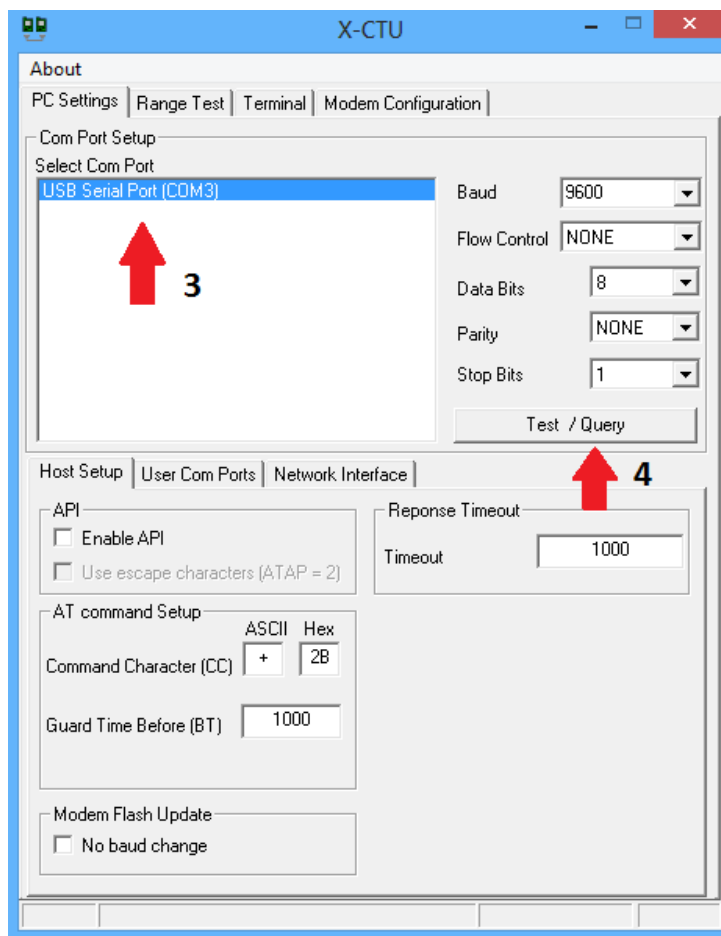
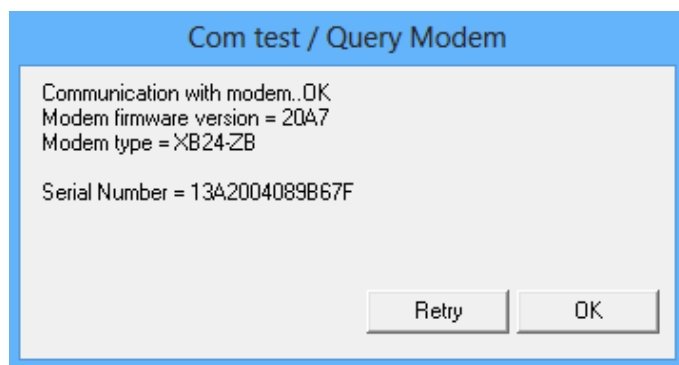

Figura 3.23
Figura 3.24
3. Ejecutar el programa X-CTU. Se debe mostrar la conexión USB con los puertos disponibles (figura 3.23)
4. Seleccionar el puerto COM apropiado y seleccionar "Test / Query" (figura 3.23). Si la respuesta es OK (Figura 3.24), significa que la conexión está bien, de otra manera hay que